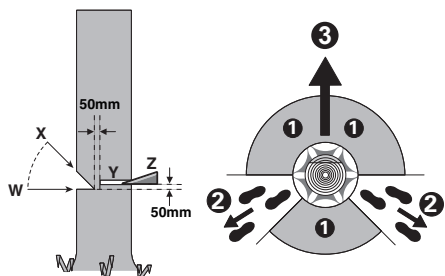

Bild 1
Flyktvägen bör gå bakåt och diagonalt relativt den bakre delen av den förväntade fallriktningen, så som visas på bild 1.
Gör skäran till 1/3 djup av trädets diameter, vinkelrätt mot fallriktningen, så som visas på bild 1. Såga först det undre vågräta riktsskåret (W). Härvid undviks inklämning av sågkedja eller styrskena vid sågning av övre riktsskär (X).
Gör fällskåret minst 50 mm högre än det horisontella riktsskåret (Y), så som visas på bild 1. Fällskåret bör vara parallellt med riktsskåret. Gör fällskåret endast så djupt att en brytmån blir kvar (brytlist) som fungerar som ett gångjärn. Brytmånen hindrar trädet från att vrida sig och falla i fel riktning. Såga inte av brytmånen.
När trädet börjar falla, ska kedjesågen tas ur skåret, fränkopplas och läggas bort samt den som sågat ska lämna riskområdet via planerad reträttväg (②). Se till att du inte snavar över grenar och kvistar som fallit ned. (Se Bild 1)